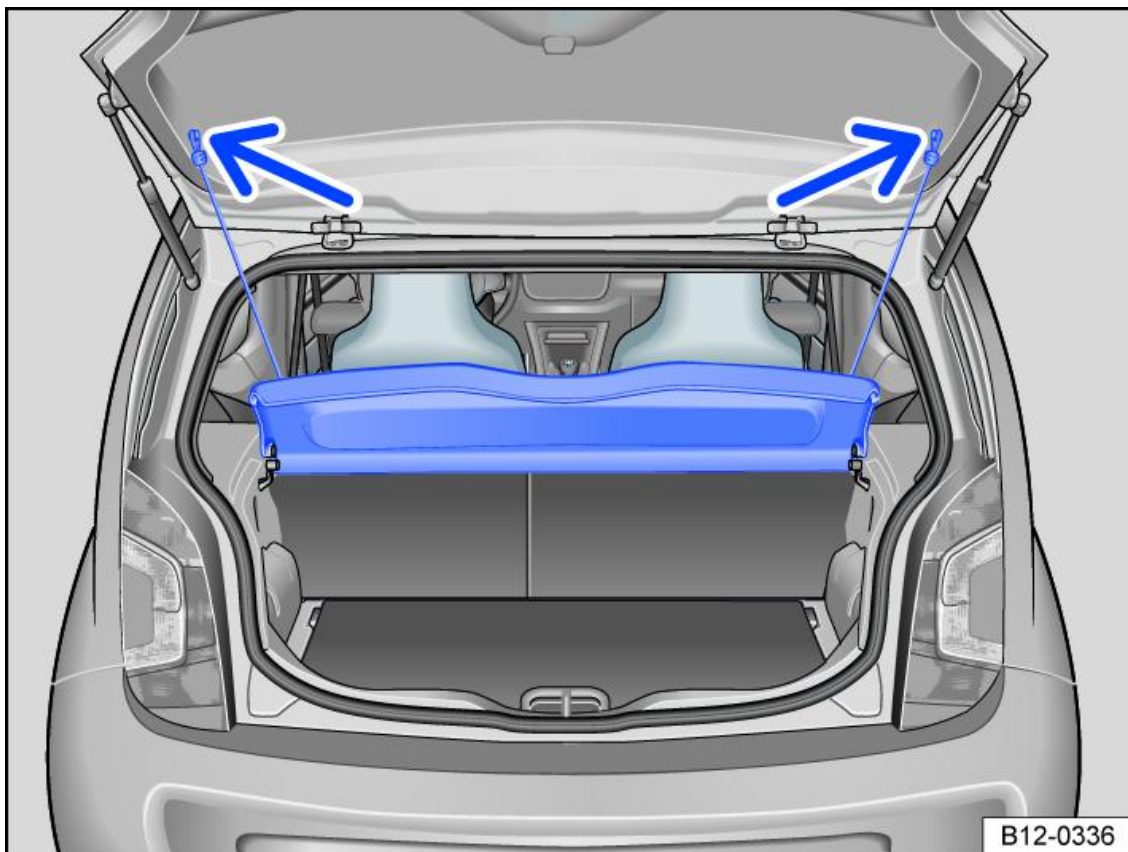

Fig. 2 Smontaggio e rimontaggio della copertura del vano bagagli
1. Sganciare le cordicelle di sostegno dal portellone posteriore → *fig. 2* (freccie).